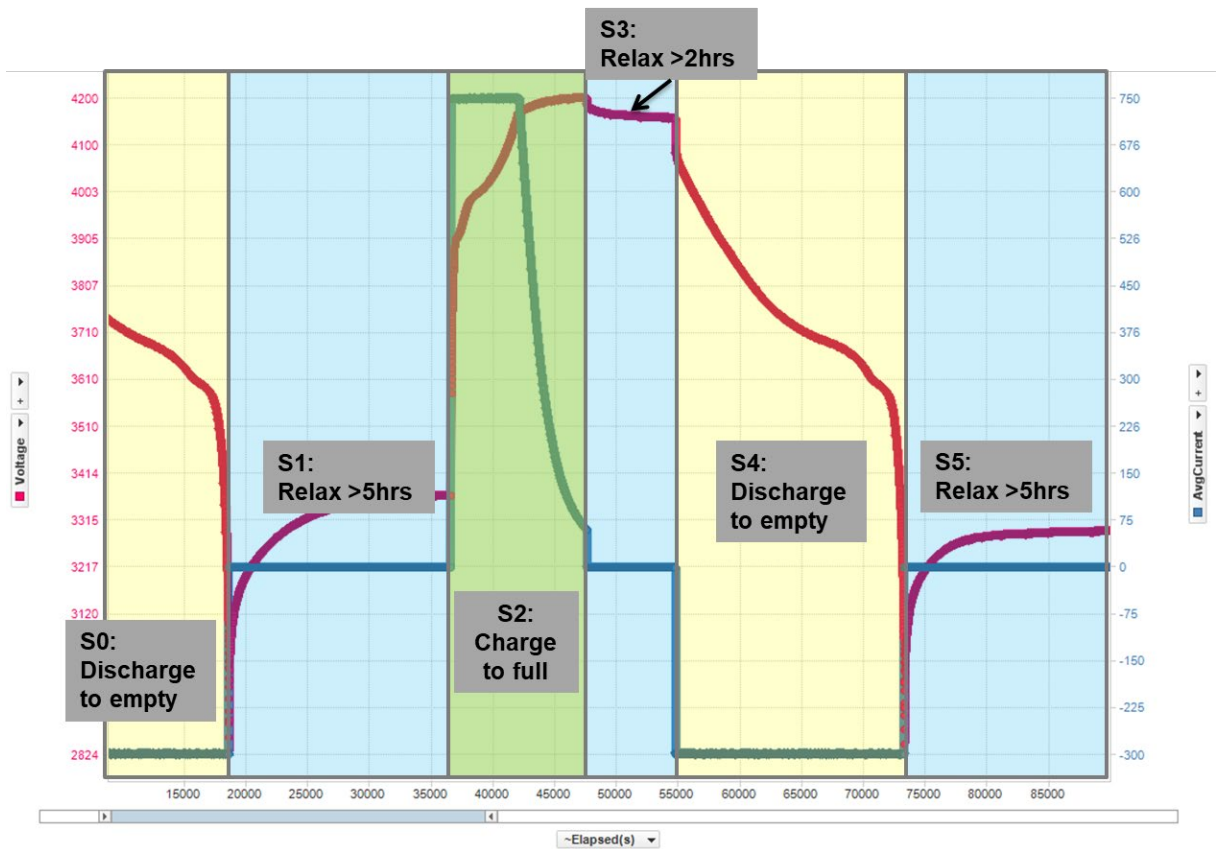

图2.22 Golden Learning 步骤
(5)把电池放空 (放到 3V 以下), 然后静置 5 个小时以上。如图 2.22 的 S0 和 S1 步骤。
(1)对放空静置稳定的电池(图 2.22 的 S1)发送 Gauge\_Enable(又称 IT\_Enable)命令 (0x0021)开启阻抗跟踪算法(BQ274xx 等跳过该步骤)。这时 Qmax, Ra table 学习更新才正式开始。
(2)把电池充饱, 确保有效的满充截止条件(FLAGS[FC]要置位), 如图 2.22 的 S2。
(3)静置 2 小时, 如图 2.22 的 S3。
(4)把电池以 0.2C 电流放空到截止电压，如图 2.22 的 S4。
(5)静置 5 小时，如图 2.22 的 S5。